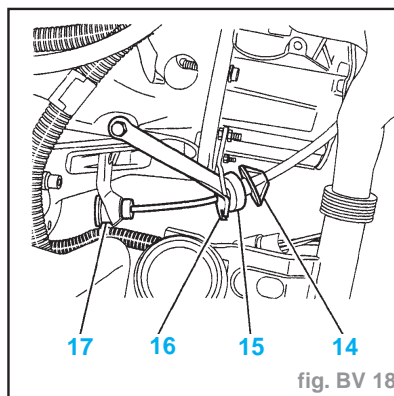

fig. BV 18
- Écarter l'embout gaine (14) et le tampon (15) du support de câble (16) (fig. BV. 18).
- Dégager la bague (17) de la fourchette de débrayage.